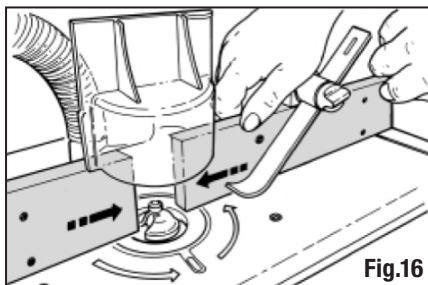

Fig.16
Vea Fig.16
- Cuando utilice fresas estrechas o trabaje con objetos pequeños, deslice las caras de guía MDF una hacia la otra hasta dejar libre la fresa. Esto ayudará a sujetar mejor la pieza de trabajo cerca de la fresa (Fig.16)